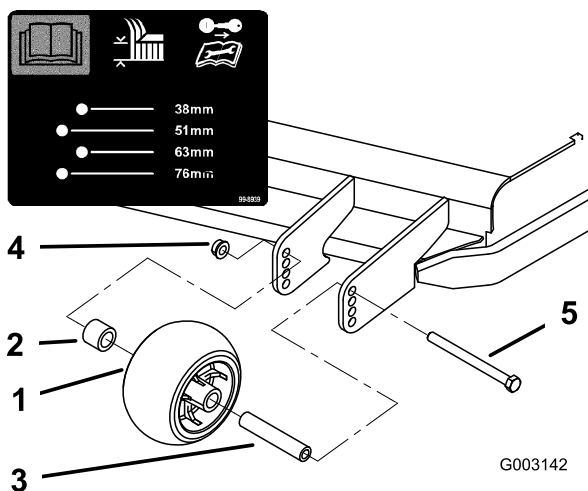
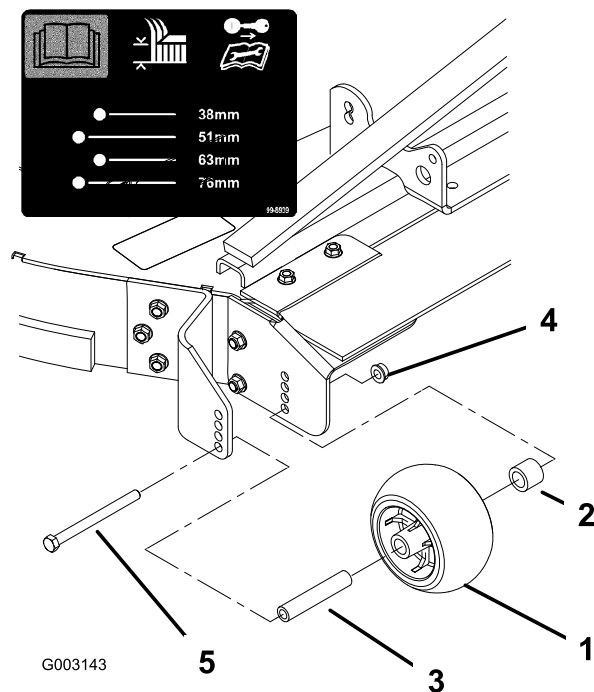
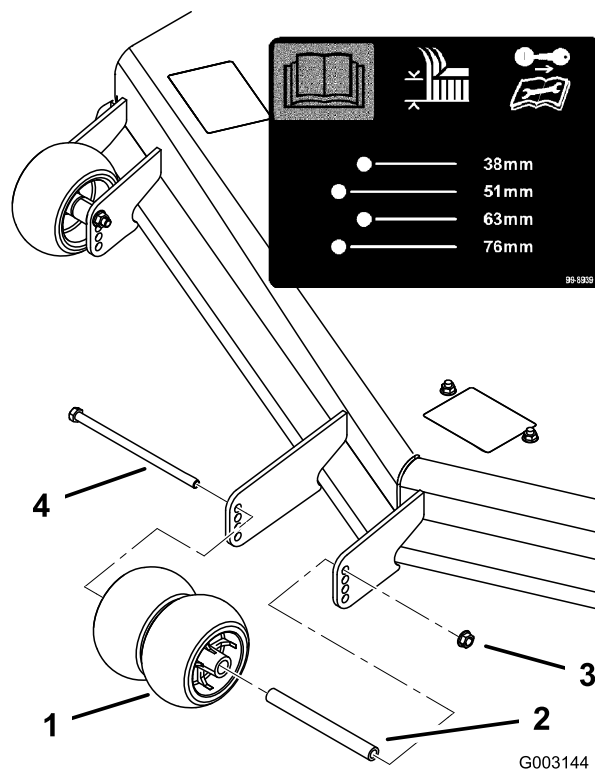

Bild 19
Bild 20
Bild 21
3. Nach dem Einstellen der Schnitthöhe sollten Sie die Rollen einstellen. Nehmen Sie die Bundmutter, die Büchse, das Distanzstück und die Schraube ab (Bild 19, Bild 20 und Bild 21).
Hinweis: Die beiden mittleren Rollen haben keine Distanzstücke (Bild 20).
5. Setzen Sie die Bundmutter, die Büchse, das Distanzstück und die Schraube ein. Ziehen Sie auf 54-61 Nm (Bild 19, Bild 20 und Bild 21) fest.